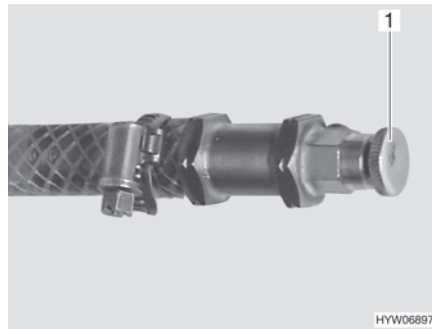

Fig. 185 Válvula de purga de la calefacción de agua caliente
- Abrir la válvula de purga (Fig. 185,1) y dejarla abierta hasta que deje de salir aire.